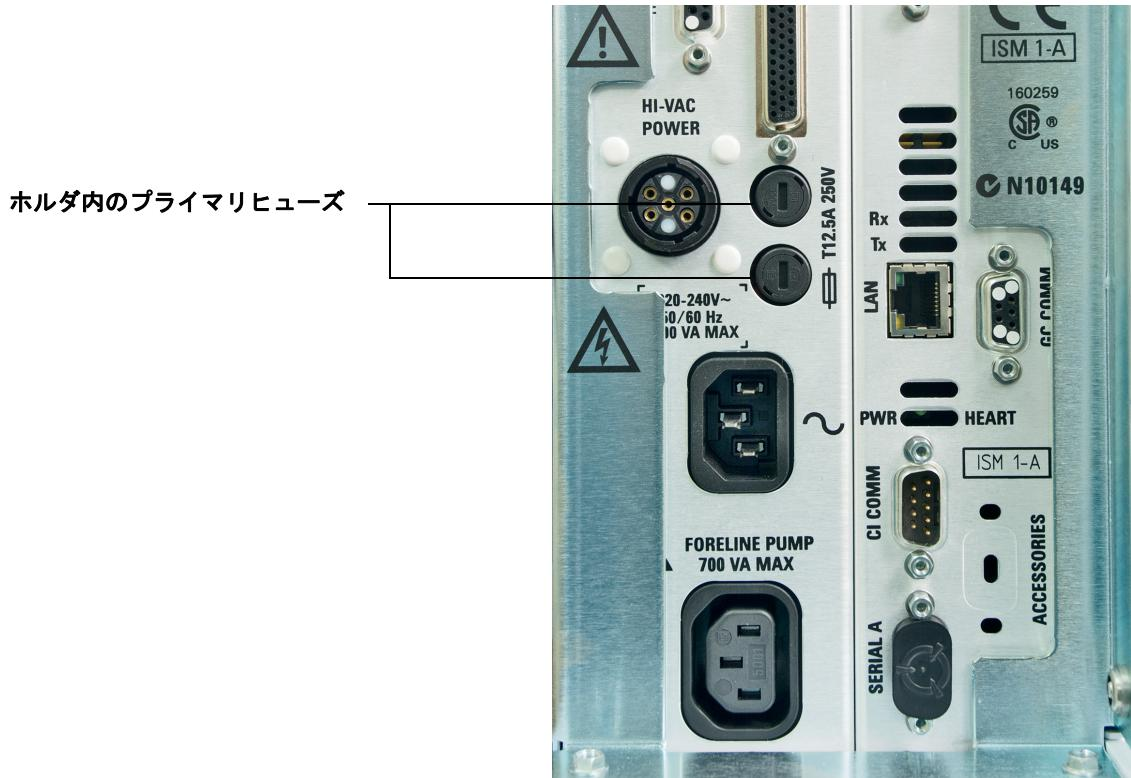

図2 プライマリヒューズ
- どちらかのヒューズホルダ (31 ページ図 2) を、ホルダが飛び出すまで反時計回りに回します。ヒューズホルダはバネで留められています。